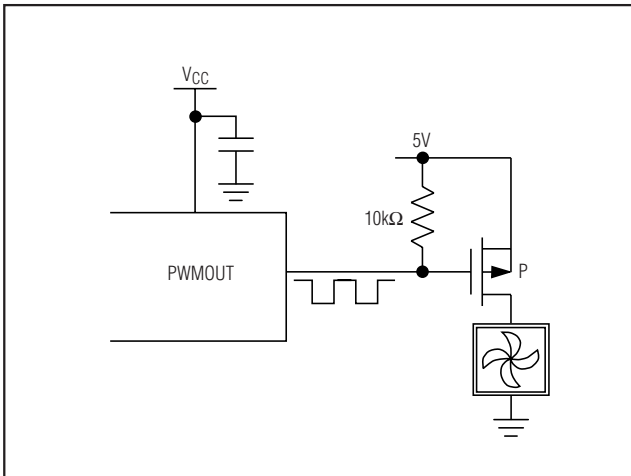

图4. 驱动P沟道MOSFET实现高侧PWM风扇驱动。
- 1) PWMOUT_信号通常使用以下三种方式之一来控制风扇转速：PWMOUT_驱动一个MOSFET的栅极或一个双极型晶体管的基极，这个管子与风扇电源相串联。典型应用电路中PWMOUT_驱动一只N沟道MOSFET。在此情况下，PWM反相位(寄存器02h的D4位)设置为1。图4中的PWMOUT_驱动的是一只P沟道MOSFET，PWM反相位必须设置为0。